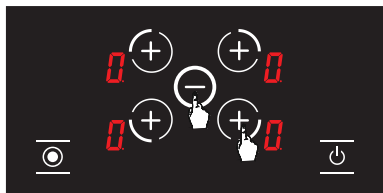

Abbildung 19
1. Die Auswahl taste () für die rechte Kochplatte wird zusammen mit der Minustaste () gedrückt (siehe Abbildung 19), dabei ertönt ein kurzer Piepton. Danach werden die Finger vom Bedienfeld des Herds entfernt.